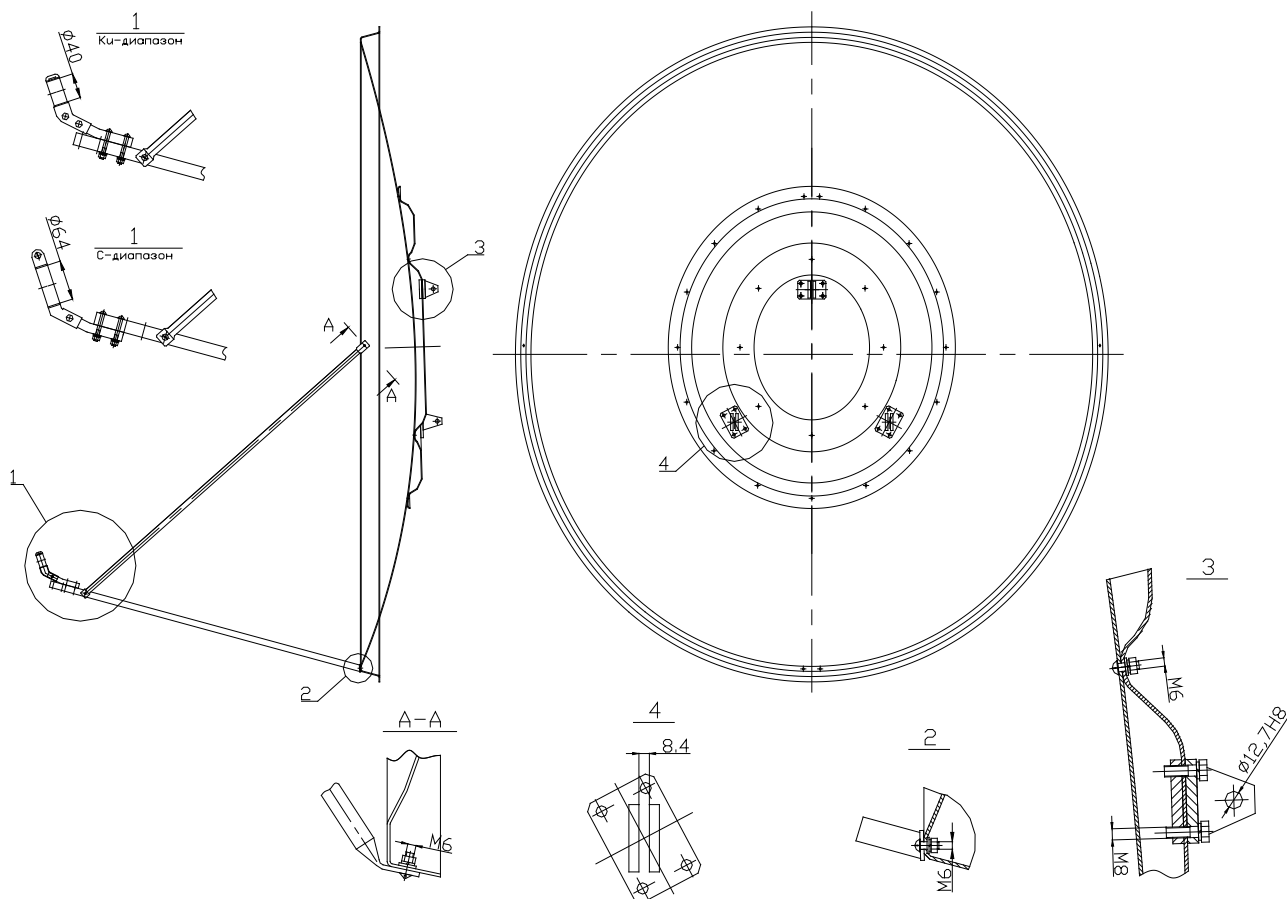

Рис.2
Сборка антенны производится в соответствии с рис. 2.
- разобрать кронштейны (отвернуть болты) и закрепить кронштейны на подзеркальнике согласно (Рис.2, узел.3) , установив резьбовую пластину с внутренней стороны, а кронштейны с наружной стороны подзеркальника;
- совместить отверстия в подзеркальнике с отверстиями в рефлекторе и закрепить винтами М6 х 16 (см. Рис.2, узел.3).
4. Установку штанги конвертородержателя производить вдвоём. Закрепить один конец штанги конвертородержателя на рефлекторе согласно (Рис.2, узел 2.) Закрепить винтами М6 х 20.
5. Установить растяжки, для чего: закрепить один конец растяжки на рефлекторе винтами М6 х 20, а второй конец на штанге конвертородержателя винтом М6 х 35 (см. Рис.2.узел1 и сеч.А-А).
Внимание ! При установке облучателя смотри Рис.2 узел1!